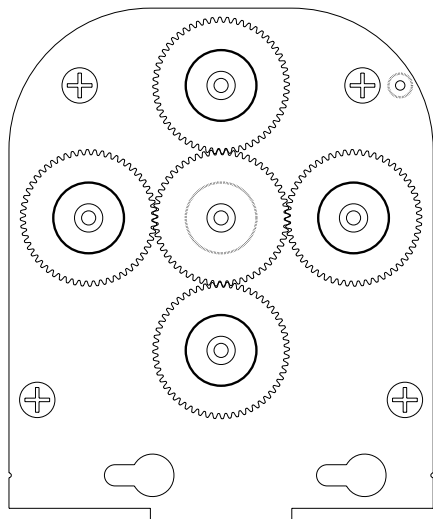

Рисунок 2.
- Для изготовления **4х-прядного каната** используйте все четыре крайние оси (*рис. 2*).